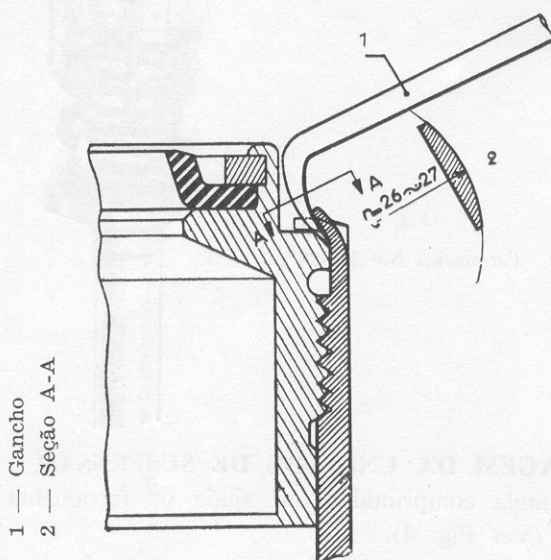

FIG. 6
- Endireitar a parte do corpo do amortecedor que serve de freio a porca do retentor. Para isto, utilizar uma chave de fenda ou gancho, cuja extremidade seja aproximadamente equivalente ao raio do tubo. (Ver Fig. 6).